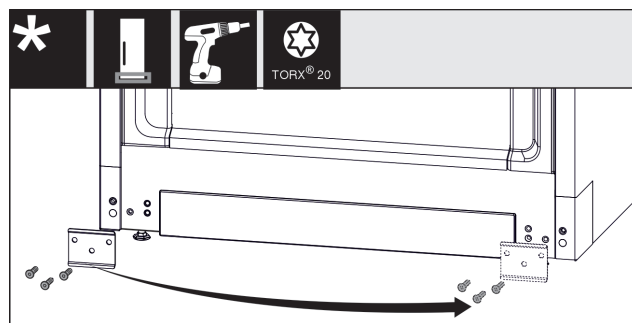

Fig. 14
- Plaat Fig. 14 (1) losschroeven, op de andere zijde plaatsen en weer vastschroeven.